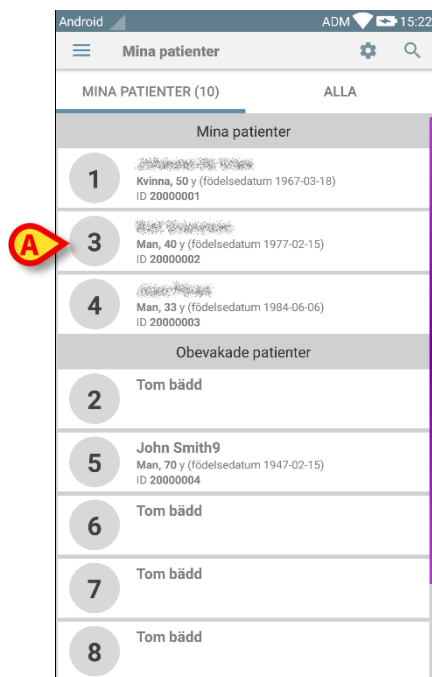

Fig. 38
- Tryck på rutan i Fig. 38 **A**. Bekräftelse av användaren krävs (Fig. 39).